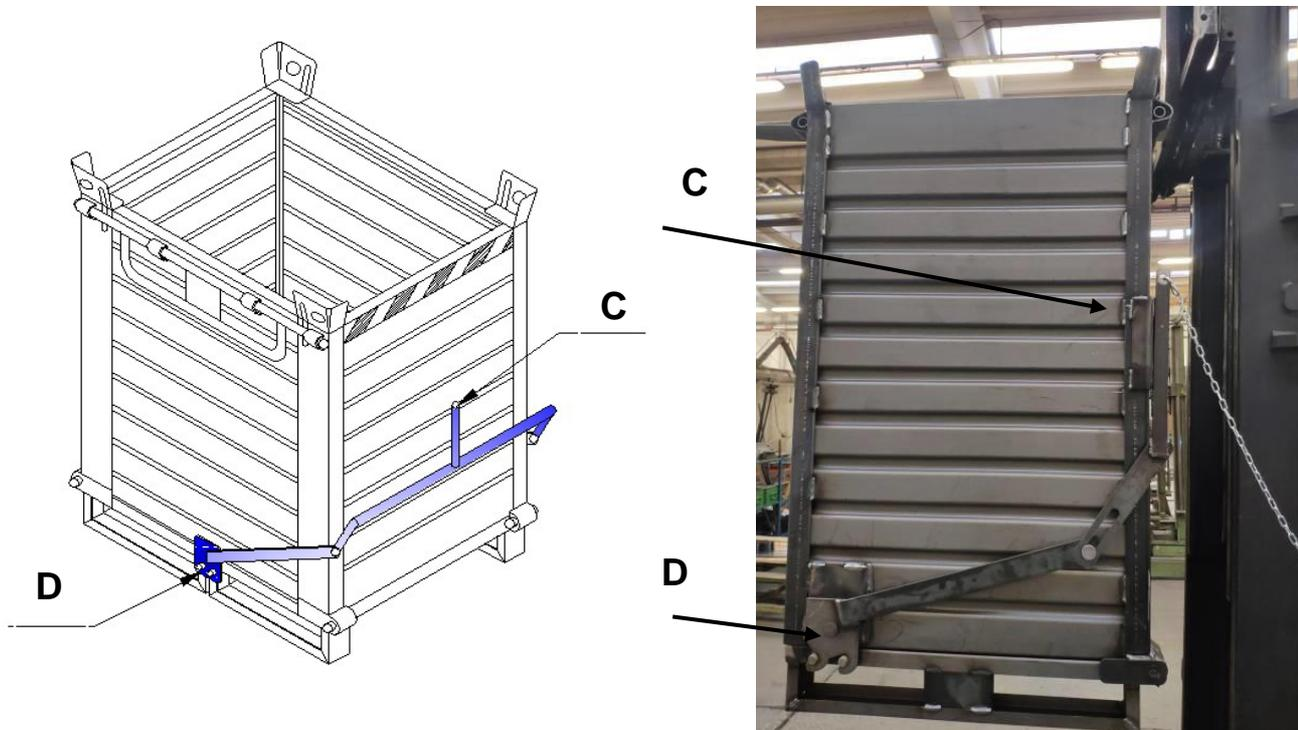

fig. 3 : particolare “leva di apertura e corrispettivo gancio di apertura (a seconda della versione)”.
E' attrezzato con chiusura a leva (C) e due ganci di chiusura del fondo apribile (D) azionati dalla leva stessa (vedi fig. 3).